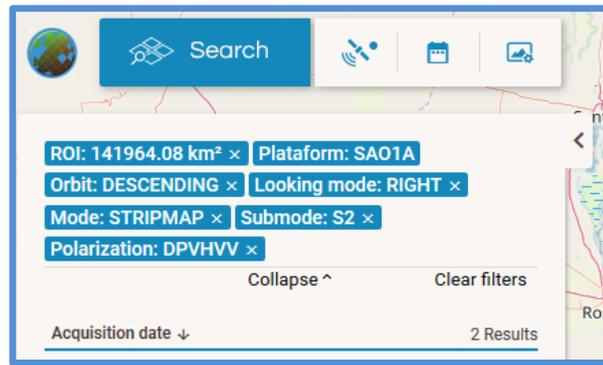

Figura 10: Ejemplo del listado de parámetros seleccionados con las opciones de filtrado. En este caso, también se ha elegido previamente una ROI.
- Los parámetros seleccionados en el filtro se mostrarán en la parte superior del panel de información de productos, como muestra la **Figura 10**.
- La herramienta de filtrado por sensor presentará un círculo indicando que algún filtro está siendo considerado:  (ver **Figura 10**).
- Para cancelar alguno de los parámetros del filtro deberá clicar en el signo: **X** del filtro correspondiente, en el panel de información (ver **Figura 10**).